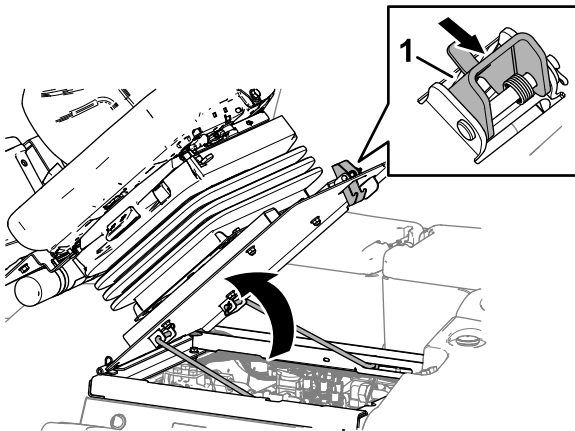

Bild 100
1. Schieben Sie die Sitzverriegelung nach außen (Bild 100).